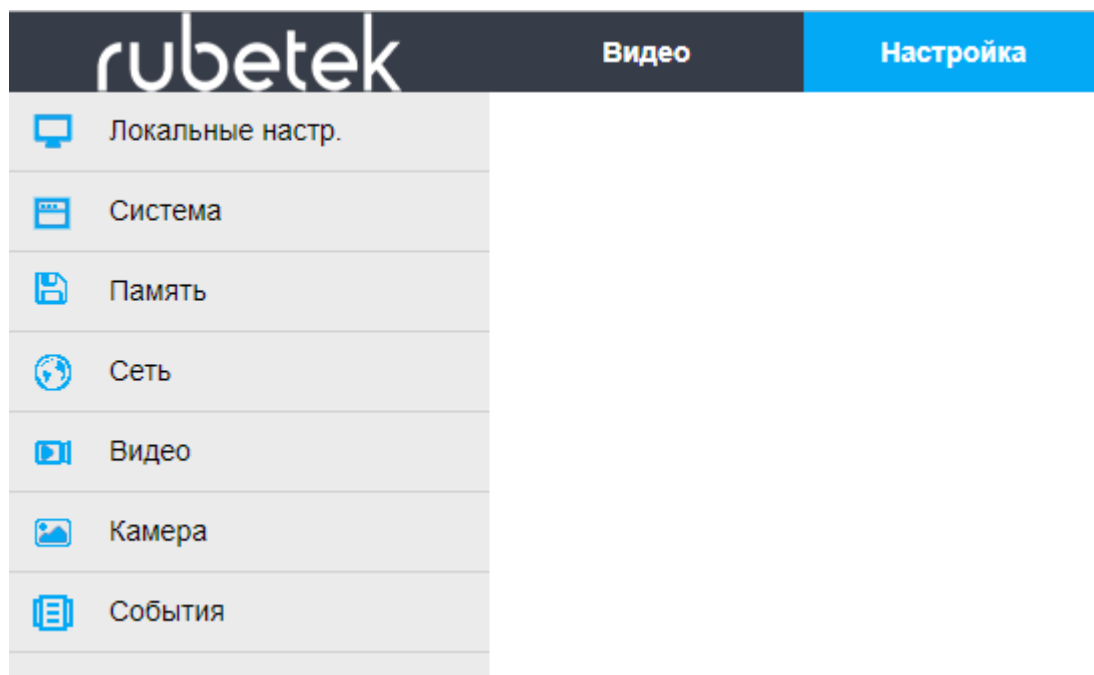

Рисунок 3.15 - Интерфейс раздела «Настройки»
14. Настройка видеокamеры производится на соответствующих вкладках (Рисунок 3.15). Также возможно изменение некоторых настроек камер по протоколу ONVIF.